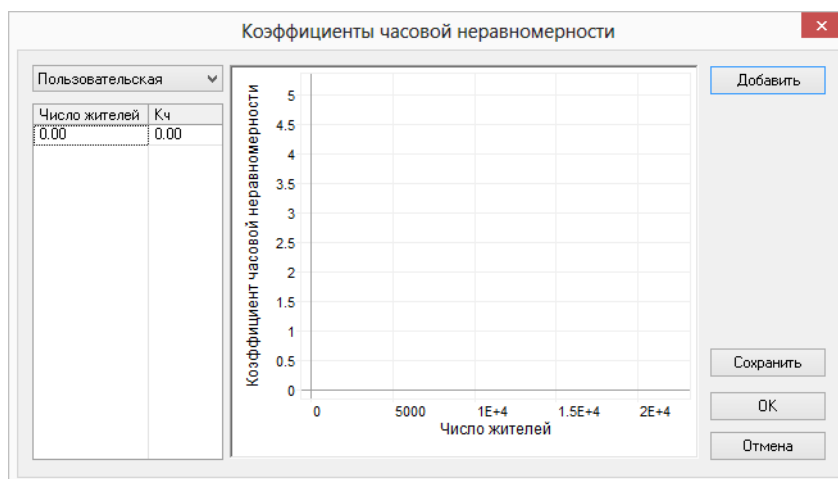

Рисунок 20.31. Добавление новой зависимости
3. В открывшемся окне (Рисунок 20.31, «Добавление новой зависимости») введите название новой пользовательской зависимости.